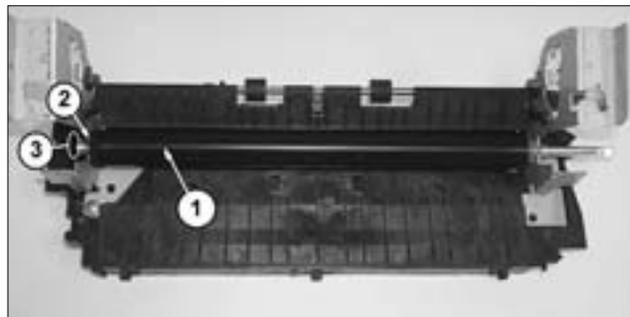

Рис. 19
10. Приподнимают левую сторону резинового вала (рис. 19, поз. 1) до выхода за пределы боковины и, переместив его влево, вынимают из узла. Снимают левый бушинг (поз. 2). Левый бушинг имеет подковообразную форму, вставлен в паз корпуса узла термозакрепления и снимается легко.